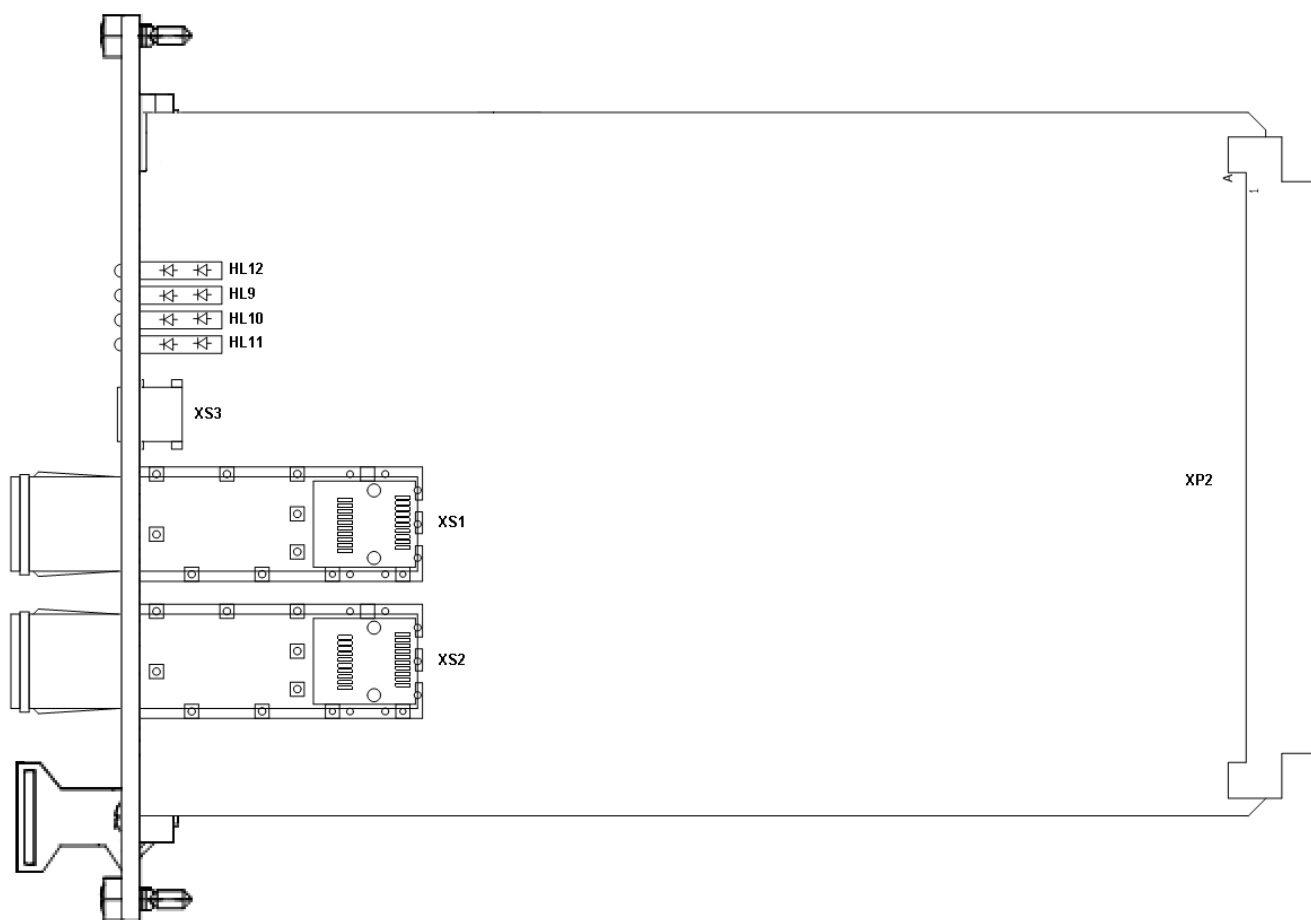

Рисунок 2
1.4.5.2 Изделие оснащено розеткой XS3 (смотри рисунок 2) типа miniUSB. Она используется для подключения изделия к ПК в сервисных целях, для обновления прошивки и диагностики оборудования. Для подключения рекомендуется использовать любой стандартный кабель miniUSB – USB (например, Gembird/Cablexpert USB2.0 AM/miniB 5P). Назначение контактов приведено в таблице 3.